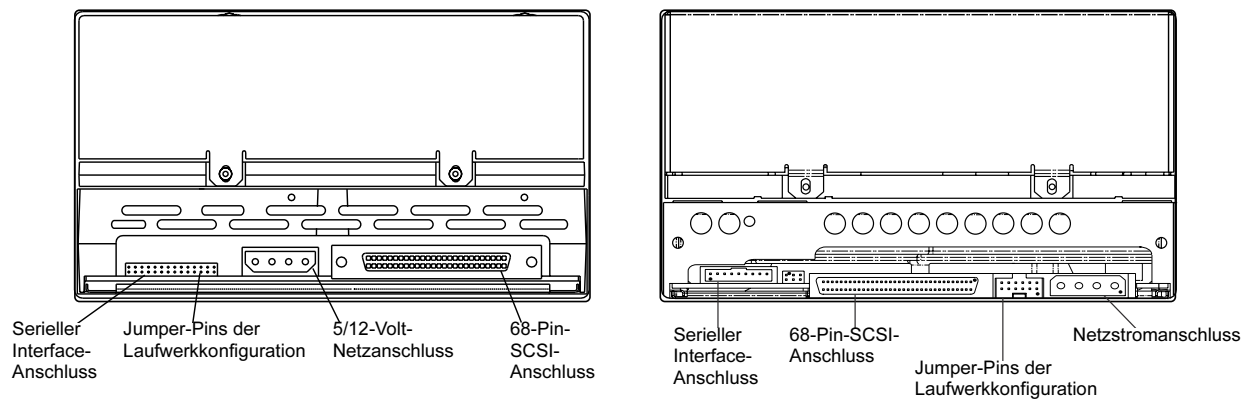

Abbildung 6. Rückseitenansicht der internen LTO-1- (links) und LTO-2- (rechts) Laufwerke
2. Schließen Sie das SCSI-Interface-Kabel an den 68-Pin-SCSI-Interface-Anschluss auf der Rückseite des Laufwerkes an (siehe Abbildung 6 auf Seite 21).
Die internen LTO-1- und LTO-2-Laufwerke enthalten ein RS-422-serielles Interface für Bandbibliotheken. Dieser Anschluss befindet sich auf der unteren linken Seite der Laufwerkrückseite (siehe Abbildung 6 auf Seite 21).
Schließen Sie ein Vier-Pin-Netzkabel an den Netzanschluss auf der Rückseite des Laufwerkes an. Abbildung 6 auf Seite 21 zeigt die Position des Netzanschlusses.